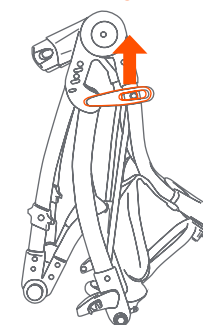
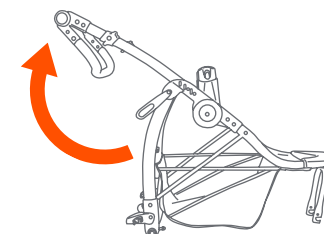

Fig. 1a
Fig. 1b
- 1) • Destabe la palanca de liberación (Fig. 1a). Despliegue el armazón del cochecito tirando hacia arriba del manubrio (Fig. 1b). La barra se trabará cuando las patas estén completamente extendidas.